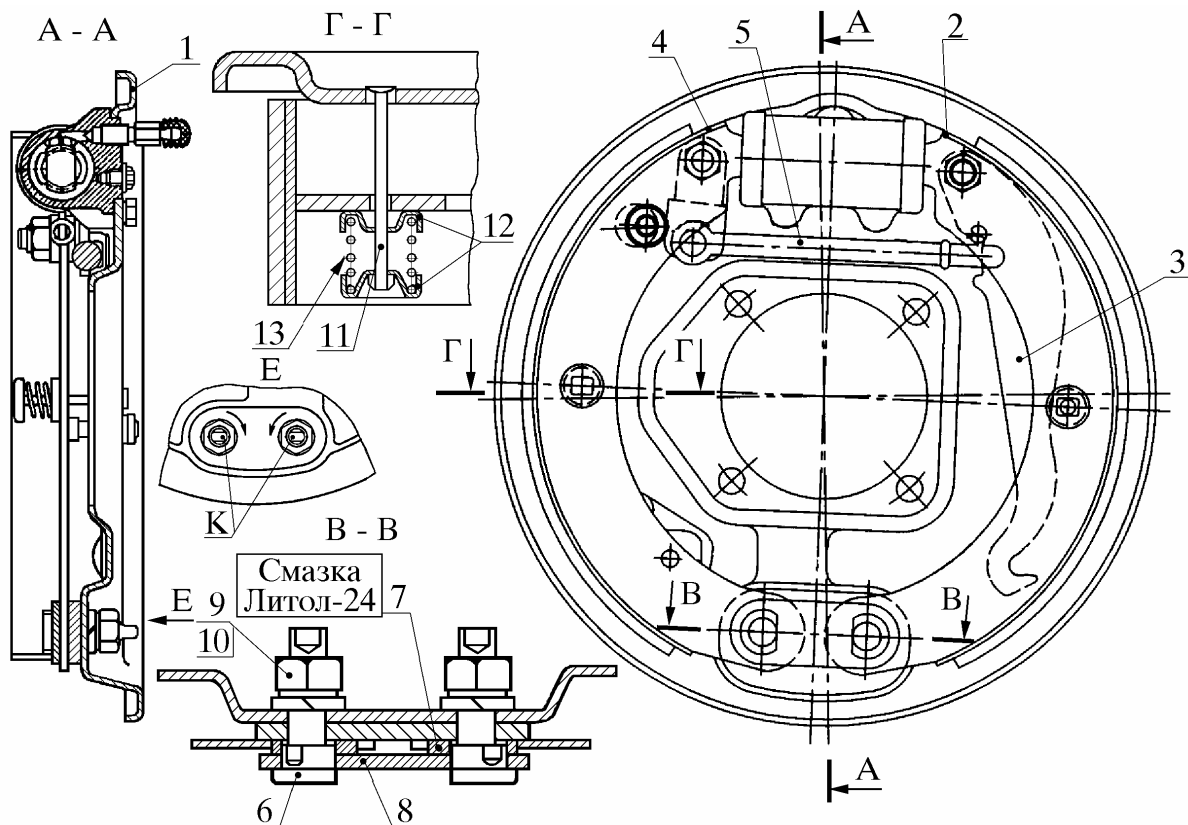

Рис. 26. Установка тормозных колодок:
6.16.1.4. Установить на щит 1 (рис. 26) левый колодку 2 заднюю в сборе с приводным рычагом 3 и колодку 4 переднюю в сборе с маятниковым рычагом и разжимным стержнем 5 так, чтобы верхние концы колодок вошли в прорези хвостовиков поршней, а в нижние концы колодок вставить два эксцентрика 7, предварительно смазав их смазкой Литол-24. Установить на нижние концы колодок пластину 8.
Примечание. Положение меток К на опорных пальцах установить, как показано на рис. 26